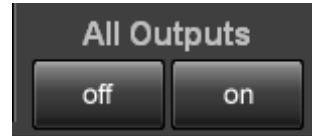

図4.4-1 All Outputs ボタン
1. 図 4.4-1 の [on] をクリックします。
1. 図 4.4-1 の [off] をクリックします。